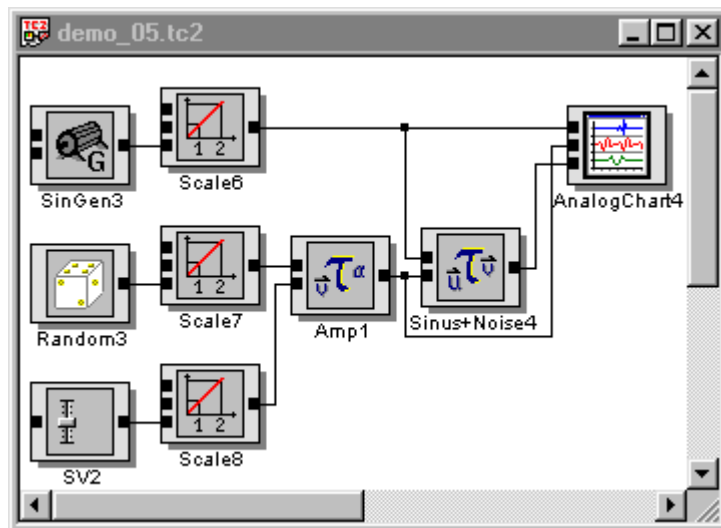

Abb. 3.8: Signalgraph von **demo_05**
5. Vervollständigen Sie das Programm mit dem Signalgraphen aus dem Beispiel **demo_04** und verbinden Sie die Module miteinander (siehe Abb. 3.8).